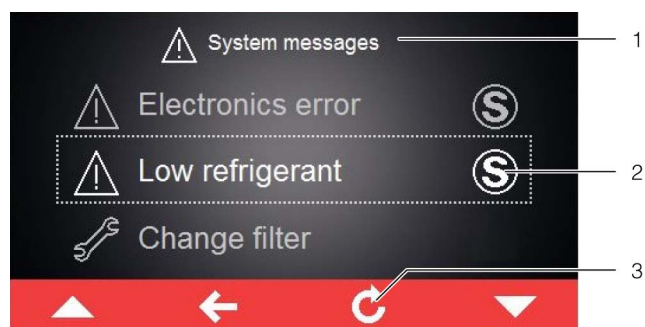

Fig. 30: Schermata con messaggi di malfunzionamento/guasto
In presenza di un messaggio di malfunzionamento/guasto non risolvibile in autonomia dall'utente e che non scompare automaticamente, al suo fianco e nella barra comandi, accanto al simbolo dei messaggi di sistema, viene visualizzata l'icona «Service» (fig. 30, pos. 2).